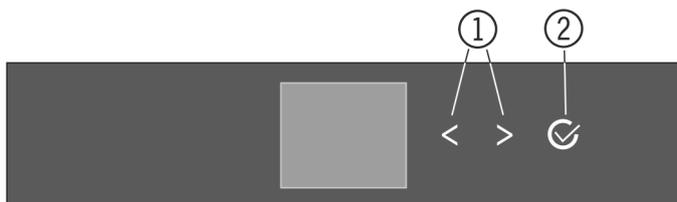
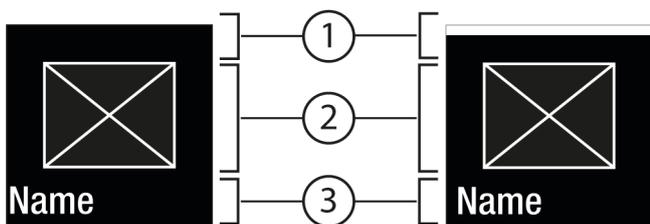
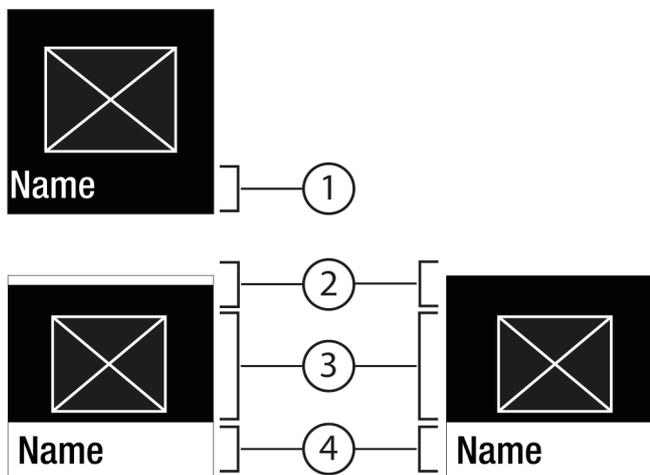

Fig. 5
Fig. 6
Fig. 7
- (1) Navigationspfeil links / (2) Bestätigen rechts
Navigationspfeil links / rechts Fig. 5 (1):
Bestätigen Fig. 5 (2):
- Mit Navigationspfeil links / rechts Fig. 5 (1) navigieren.
- Mit Bestätigen Fig. 5 (2) das Untermenü Fig. 7 (4) aufrufen.
- Neuen Wert einstellen: Mit Bestätigen Fig. 5 (2) einen deaktivierten Wert Fig. 6 (1) auswählen.
- Zurück ins Menü: Mit Bestätigen Fig. 5 (2) den bereits aktivierten Wert Fig. 6 (2) auswählen.
- ▶ Navigationspfeile *Fig. 5 (1)* so oft drücken bis Funktion angezeigt wird.
- ▶ Bestätigen *Fig. 5 (2)* drücken.
- ▶ Navigationspfeile *Fig. 5 (1)* so oft drücken, bis die Funktion angezeigt wird.
- ▶ Mit Navigationspfeilen *Fig. 5 (1)* Einstellungswert wählen.
- ▷ Status: aktiviert *Fig. 6 (1)* erscheint kurz im Untermenü *Fig. 7 (4)*.
- ▶ Navigationspfeile *Fig. 5 (1)* so oft drücken, bis Einstellungen  angezeigt wird.
- ▶ Navigationspfeile *Fig. 5 (1)* so oft drücken, bis die gewünschte Einstellung angezeigt wird.
- ▶ Bestätigen *Fig. 5 (2)* 3 Sekunden lang drücken.